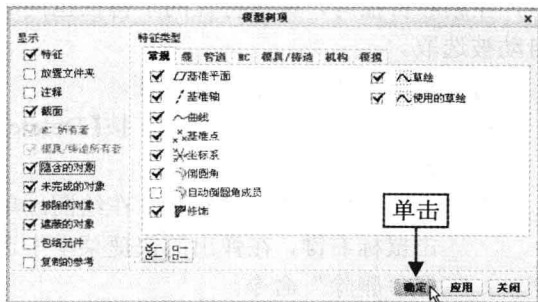

图 7-7 单击“确定”按钮
Step 03 弹出“模型树项”对话框,在“显示”选项区中选中“隐舍的对象”复选框,单击“确定”按钮,如图 7-7 所示。